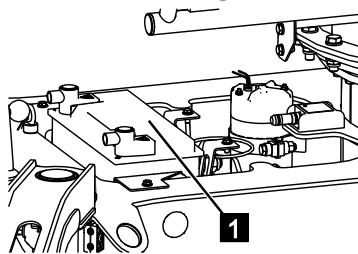

Abb. 221
4. Das rote Kabel mit dem Pluspol (Abb.221/1) der Batterie verbinden.